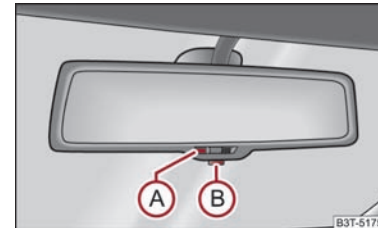

Abb. 67 Automatisch abblendbarer Innenspiegel
- Drücken Sie die Taste B ⇒ Abb. 67, die Kontrollleuchte A leuchtet.